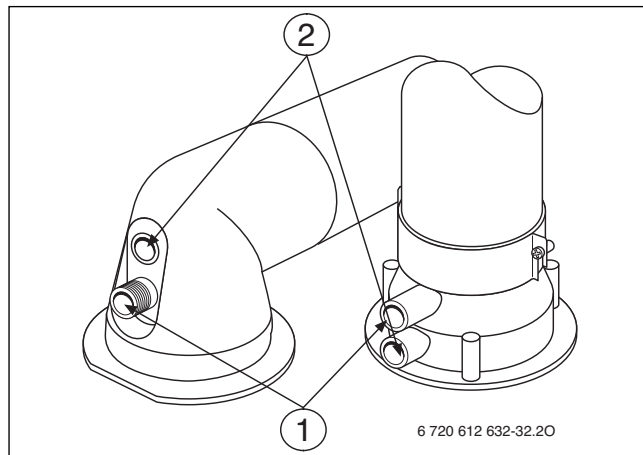

Fig. 102
- Rimuovere il tappo della presa di analisi dell'aria comburente (→ fig. 102, [2]).
- Rimuovere il tappo di chiusura dalla presa di analisi dei combusti (→ fig. 102, [1]).